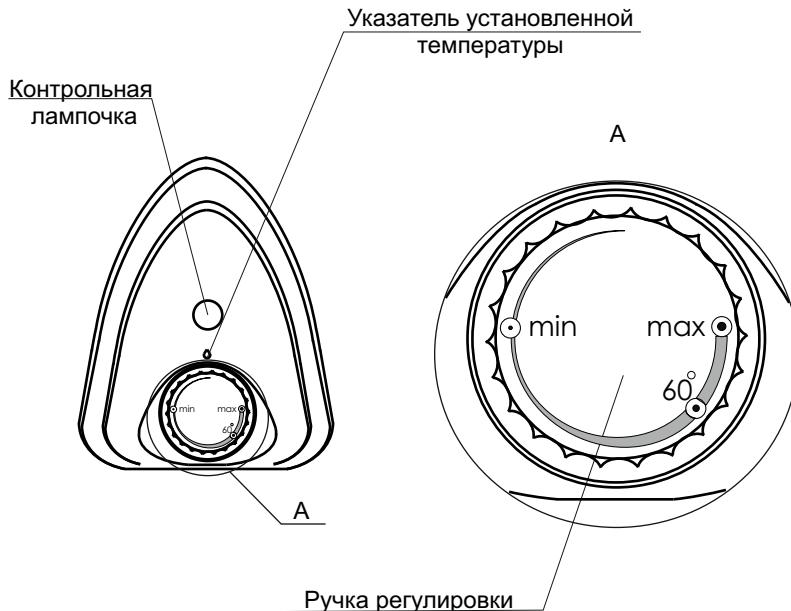

Рисунок 1 - Панель управления ЭВН
- Для ориентации на шкале обозначено положение ручки, соответствующее нагреву воды примерно до 60 °C (см. рисунок 1).